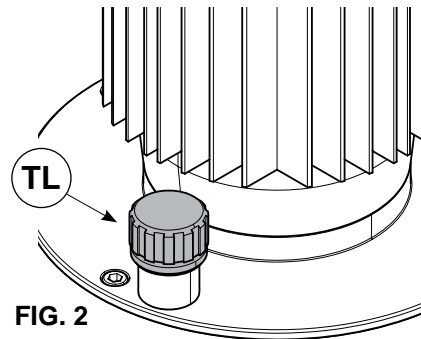

FIG. 2
- Para evitar pérdidas de aceite durante el transporte, la bomba es suministrada con un tapón hermético. Para un correcto funcionamiento de la bomba este tapón debe ser sustituido con el tapón de trabajo (TL) (Fig. 2) de color naranja dotado de barrita de nivel del aceite (suministrado en dotación).
- Destornillar el tapón de transporte y atornillar a fondo el tapón de trabajo (TL).
- Controlar que la tensión de red corresponda a la indicada en la etiqueta de identificación, después conectar el enchufe de alimentación: se iluminará el interruptor general (IG) indicando la presencia de energía eléctrica.